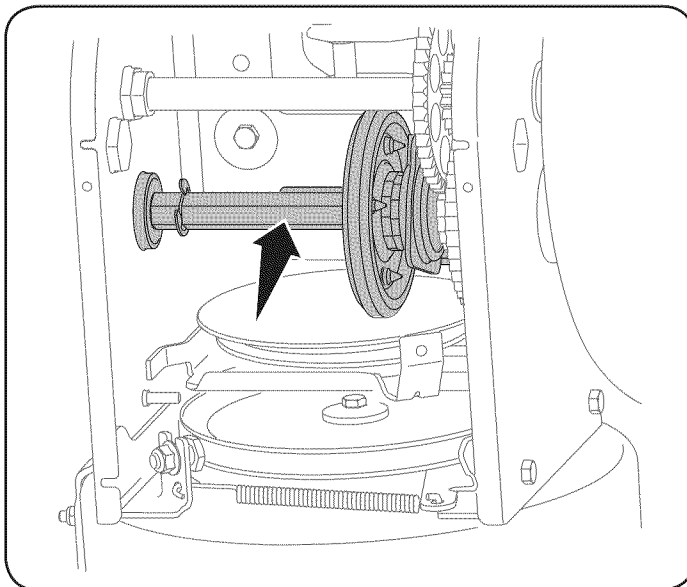

Figura 15
- Aplice al eje hexagonal una capa ligera de una grasa multiusos apta para condiciones climáticas múltiples. Vea la figura 15.